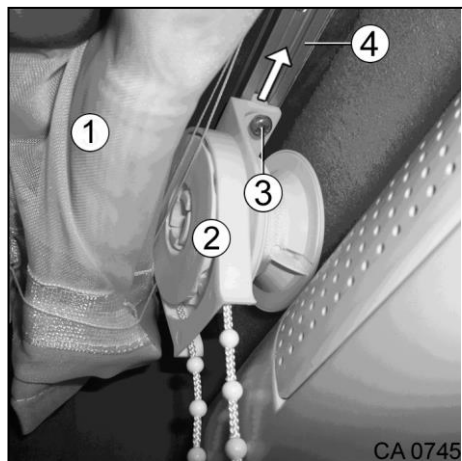

Fig. 177 Rideau
1. Soulever le rideau (Fig. 177/1).
2. Desserrer la vis de fixation (Fig. 177/3) de la poulie de renvoi (Fig. 177/2).
3. Guider la poulie de renvoi (Fig. 177/2) hors du rail (Fig. 177/4).
4. Desserrer la fermeture à scratch du rideau (Fig. 177/1).
5. Amener le rideau (Fig. 177/1) ensemble avec la poulie de renvoi (Fig. 177/2) au nettoyage à sec.